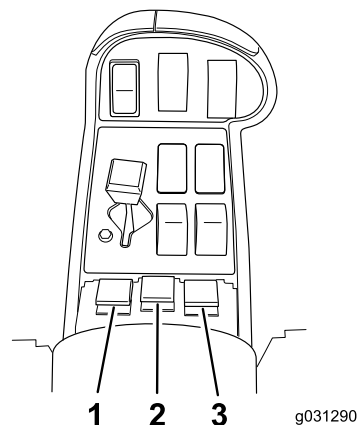

Figura 10
11. Ponga los interruptores de sección (situados entre los asientos) en la posición de ACTIVADO (Figura 10).